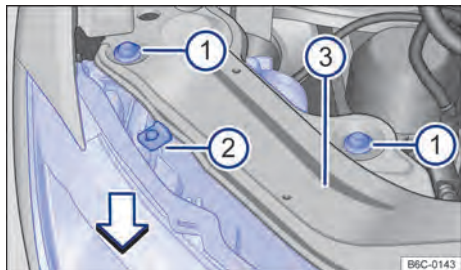

Fig. 127 No compartimento do motor: parafusos de fixação do farol dianteiro.
- Remover os parafusos de fixação → Fig. 127 ① com o auxílio de uma chave torx.
- Mover o farol para frente, no sentido da seta → Fig. 127, até que os dois cliques da parte inferior desencaixem e possibilite a remoção do farol.
- Desencaixar o conector de alimentação, para remover totalmente o farol → ①.
- Recolocar o farol cuidadosamente até que os dois cliques inferiores encaixem e o batente superior → Fig. 127 ② encoste no suporte do farol ③.
- Recolocar os parafusos de fixação ① na carcaça do farol.
- Pressionar o farol contra o batente central superior ② e apertar os parafusos ① com a chave torx.